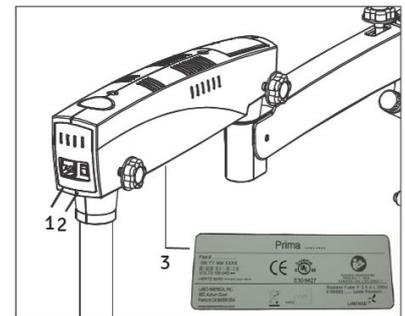

Fig. 41
1. Connectez le câble d'alimentation à la prise d'entrée secteur (1) fournie sur l'arrière du bras pivotant comme indiqué sur la fig. 41. Allumez l'appareil à l'aide de l'interrupteur marche/arrêt (2).
⚠ ATTENTION : L'alimentation est conçue avec une entrée universelle 100 V - 240 V CA, 50/60 Hz. Pour le brancher, suivez les instructions sur l'étiquette électrique fournie au bas du bras, comme indiqué (3) ici dans la Fig. 41.
Il est situé à l'arrière du bras pivotant. Voir la figure 41. En position « 1 », le microscope est allumé et le ventilateur de refroidissement commence à fonctionner.